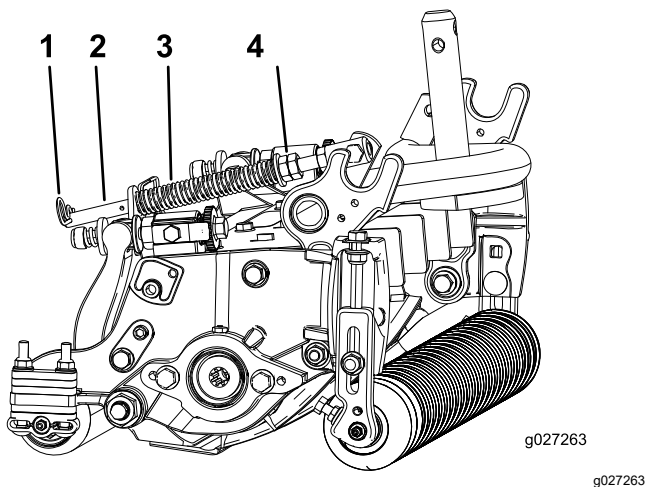

Figura 14
1. Verificate che la coppiglia sia montata nel foro posteriore dell'asta della molla (Figura 14).
2. Serrate i dadi esagonali sul lato anteriore dell'asta della molla, finché la lunghezza compressa della molla non è di 12,7 cm; fate riferimento a Figura 14.